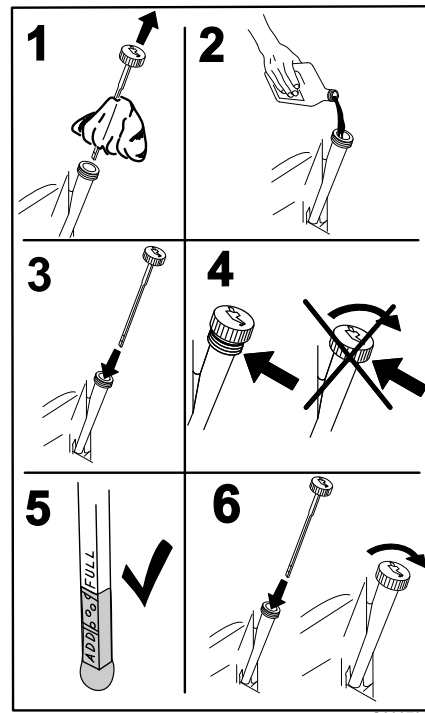

Figure 46
- Versez lentement environ 80 % de l'huile spécifiée dans le tube de remplissage, puis faites l'appoint lentement pour faire monter le niveau jusqu'au repère maximum (Full) (Figure 46).